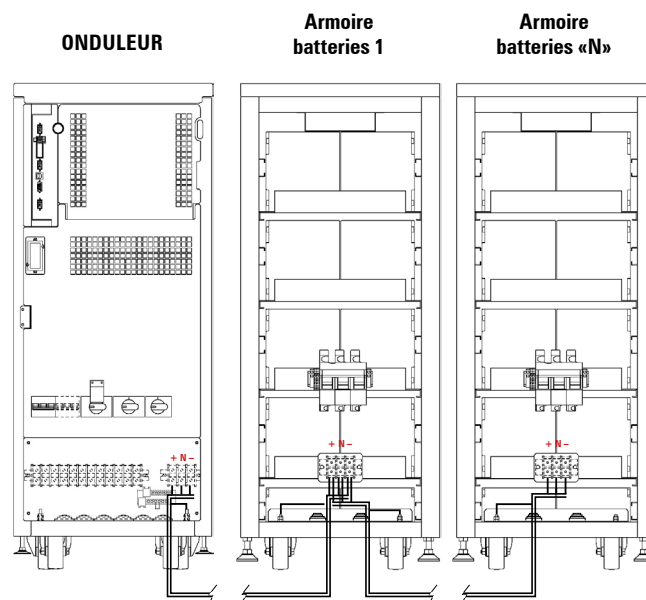

Fig. 35. Exemple de connexion entre ONDULEUR et deux armoires de batteries.
La connexion de chaque ONDULEUR avec l'armoire de batteries sera réalisée au moyen du tuyau de câbles qui est fourni en branchant un extrême aux bornes (X11), (X23), (X12) et (X10) de l'ONDULEUR et l'autre aux bornes (X47), (X49), (X48) et (X10) du module de batteries, en respectant la polarité indiquée sur l'étiquetage de chaque élément et dans ce manuel, ainsi que la couleur des câbles (rouge pour le positif, noir pour le négatif, bleu pour la prise moyenne (N) et vert-jaune pour la prise de terre), voir Fig. 35.